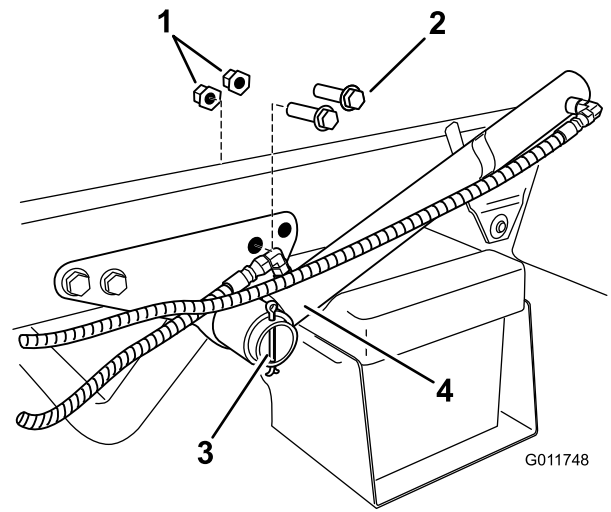

図 7
1. 昇降シリンダブラケットについている後ボルトとフランジナット各2を取り外す 図 7。